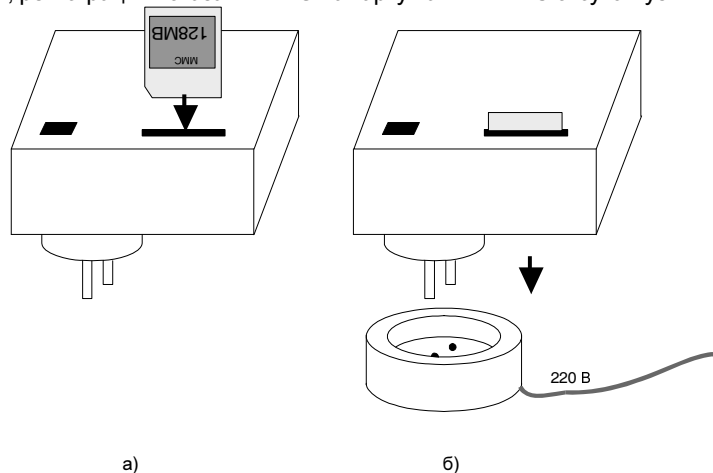

Рисунок 31
6.7.2 После подключения регистратора к измеряемой цепи (измерительные цепи регистратора совмещены с его питанием) (рисунок 31,б), регистратор начинает измерение ПКЭ.